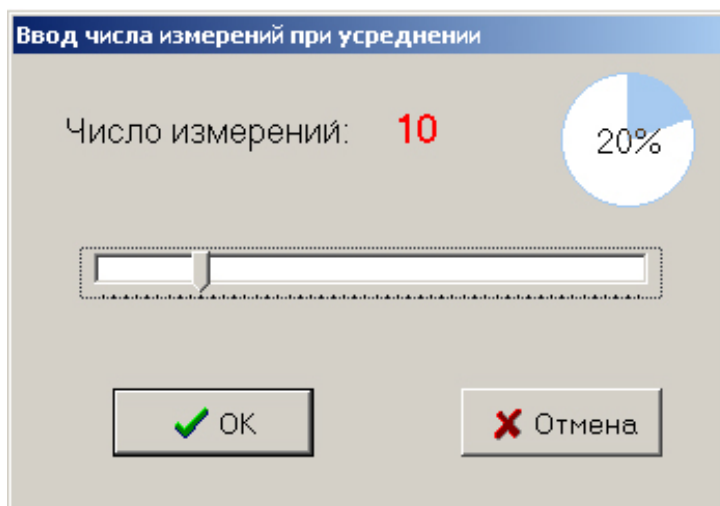

Рисунок 5.8 – Окно указания числа измерений при усреднении
5.1.2.5 Команда № 5: «**5. Записать число измерений при усреднении**». Указывается число измерений, участвующих в вычислении усредненного значения давления (рисунок 5.8). Время одного измерения составляет 50 мс. При значении числа измерений, равном 50, время формирования результирующего (усредненного) значения давления, состоящего из 50 результатов измерений, составит, примерно, 2,5 с. Область возможных значений числа измерений при усреднении может изменяться от 1 до 50.